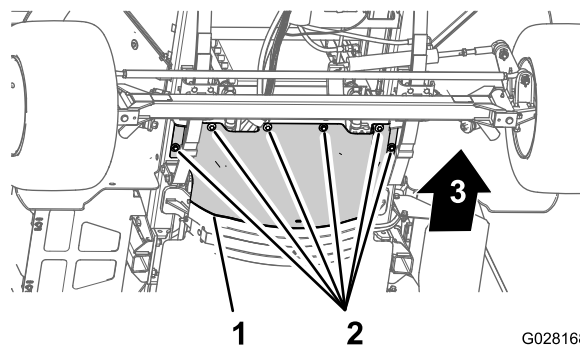

图 60
3. 卸下将前隔热罩固定至底盘的 6 个六角头螺栓和 6 个垫圈然后取下隔热罩图 60。